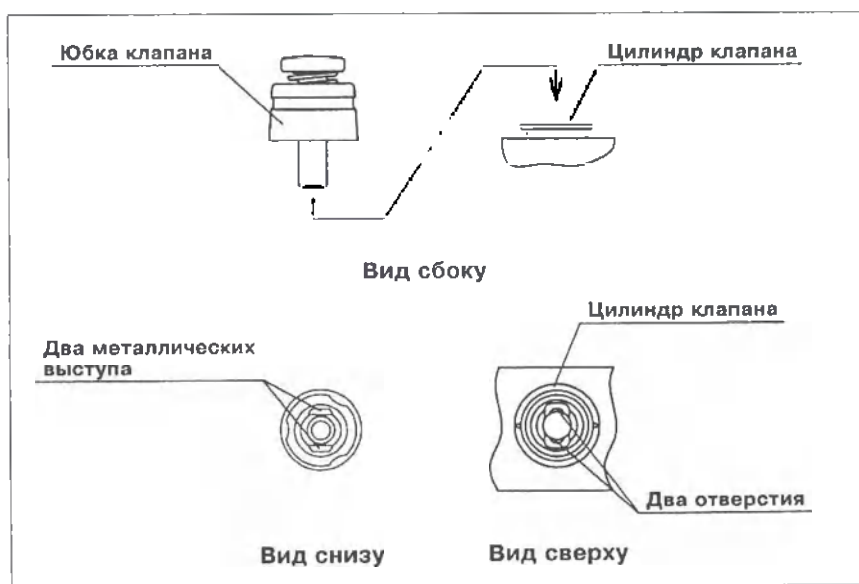

Рис. 3.10
2. Вставьте аспирационный клапан в отверстие цилиндра аспирационного клапана на эндоскопе (см. рис. 3.10). Убедитесь, что клапан полностью соответствует размерам цилиндра, без зазоров и вздутия юбки клапана. Также убедитесь в том, что клапан не может вращаться.